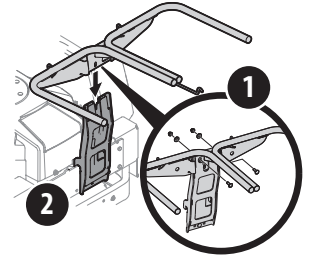

Figura 5
1. Coloque y sujete el conjunto de colgador (1) en la ménsula de soporte vertical (2) usando dos pernos de carro (710-0276) dos arandelas de cubeta (736-0242) y dos tuercas de seguridad con brida (712-04063) del paquete de herrajes 689-02200. Consulte la Figura 5.